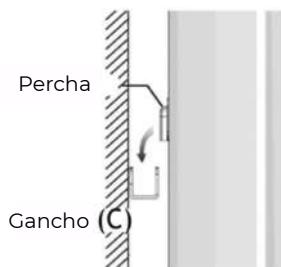

Figura 9
► Cuelgue el calentador en los dos ganchos (C) en la pared. Asegúrese de que el calentador esté correctamente asegurado en ambos ganchos. (Figura 9).